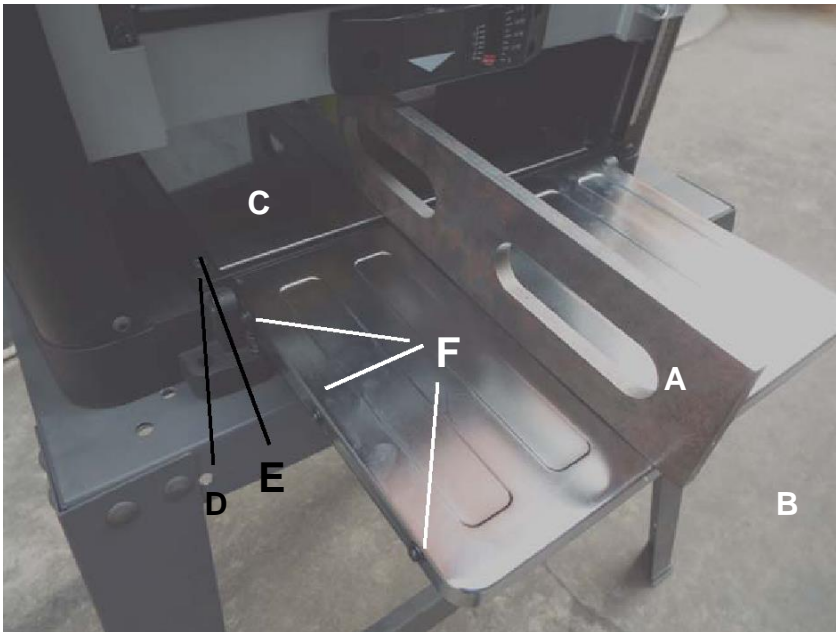

FIG 4
1. Posez une règle droite (A) sur la table de la raboteuse (C), avec une extrémité de la règle au-dessus de la table d'entrée (B). VOIR FIG 4.
3. Si un réglage est nécessaire, soulever la table, desserrer les écrous de blocage (D) et régler les vis à tête hexagonale (E) de chaque côté de la table jusqu'à ce que la table d'entrée soit de niveau avec la table de la raboteuse. Cela permet de régler le bord extérieur de la table. Si nécessaire, desserrez les trois vis d'un côté de la table d'entrée (F), et après réglage, resserrez les vis. Réglez l'autre côté de la table d'entrée de la même manière.